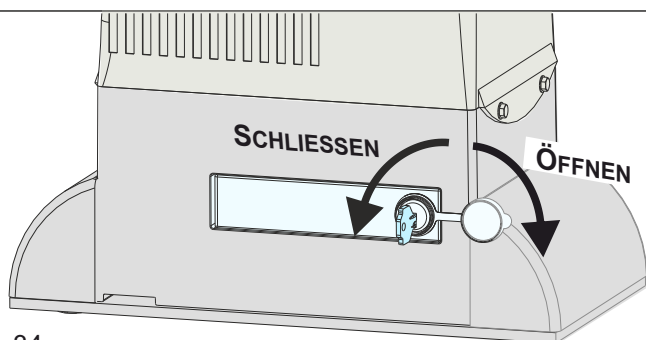

Abb. 34
- Die Schutzklappe des Schlosses öffnen, den Schlüssel einführen und um 90° im Uhrzeigersinn drehen - Abb. 34